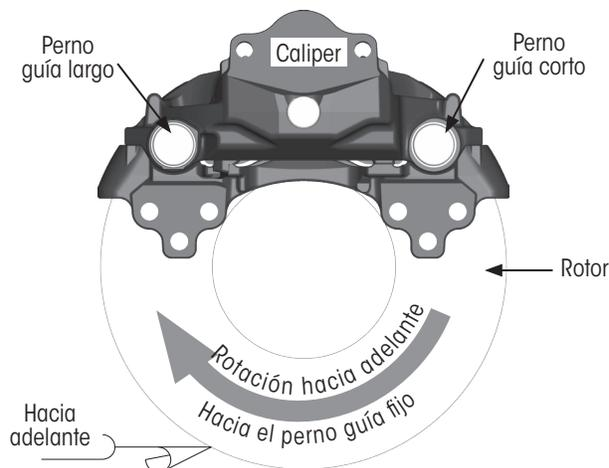
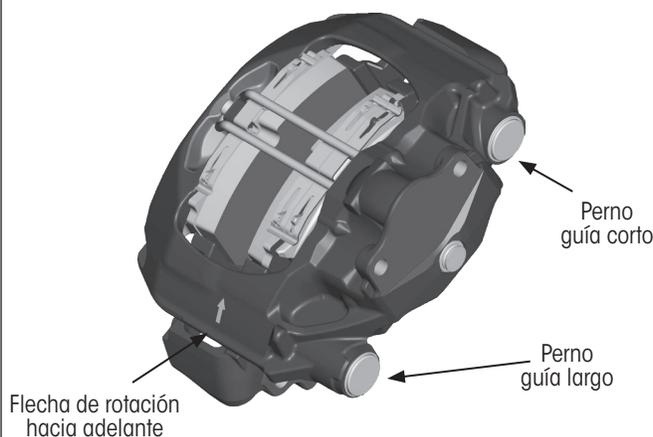

Figura 17: Orientación ADB Izq. y Der. (Izq. mostrada)
Figura 18: Rotación del rotor cuando el vehículo se mueve hacia adelante
Algunos frenos de disco están diseñados para la orientación lado izquierdo (LH) y para lado derecho (RH) hacia la suspensión y el remolque. Desde el asiento del conductor, LH significa el lado izquierdo o el lado de la carretera del vehículo. RH indica el lado derecho o de la acera del vehículo. Los calipers se instalan en pares en una orientación hacia el eje hacia el perno guía fijo (Figura 17). Algunas marcas de caliper de freno tienen flechas de "dirección de rotación" pintadas o fundidas en el caliper. Estas flechas apuntan en la dirección de rotación del rotor a medida que el vehículo avanza (Figura 18).